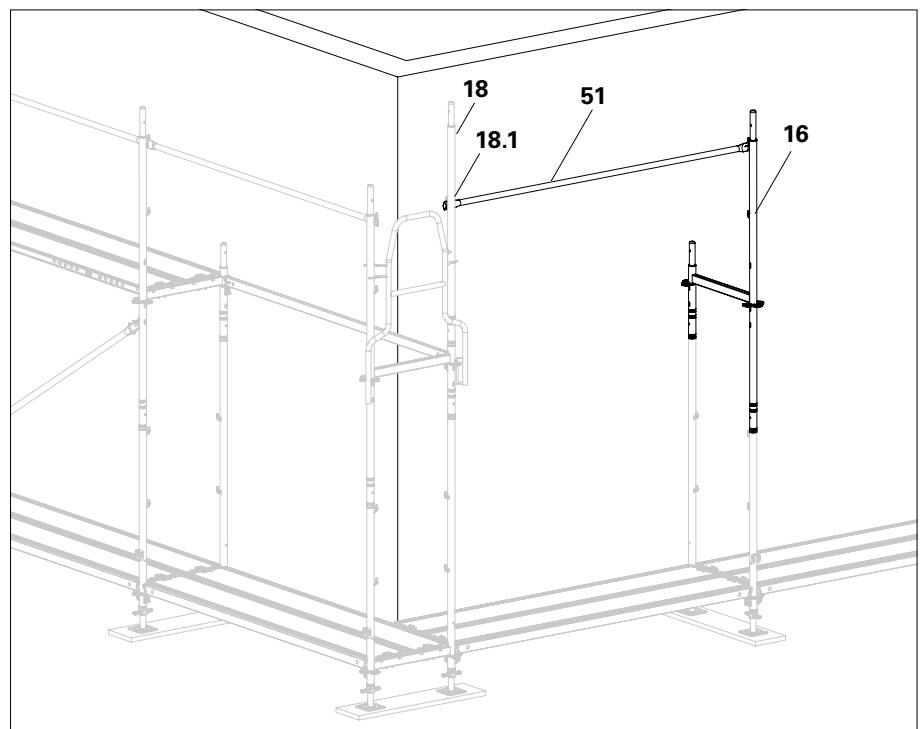

Abb. B6.04
1. Geländerholm EPG (51) für das anstoßende Gerüstfeld zuerst an dem nach innen gedrehten Geländerhaken (18.1) des Rohrs EVR 150 (18) von darunter liegender Lage einhängen.
2. Geländerholm EPG (51) mit Easyrahmen EVF (16) für das anstoßende Gerüstfeld montieren. (Abb. B6.04)